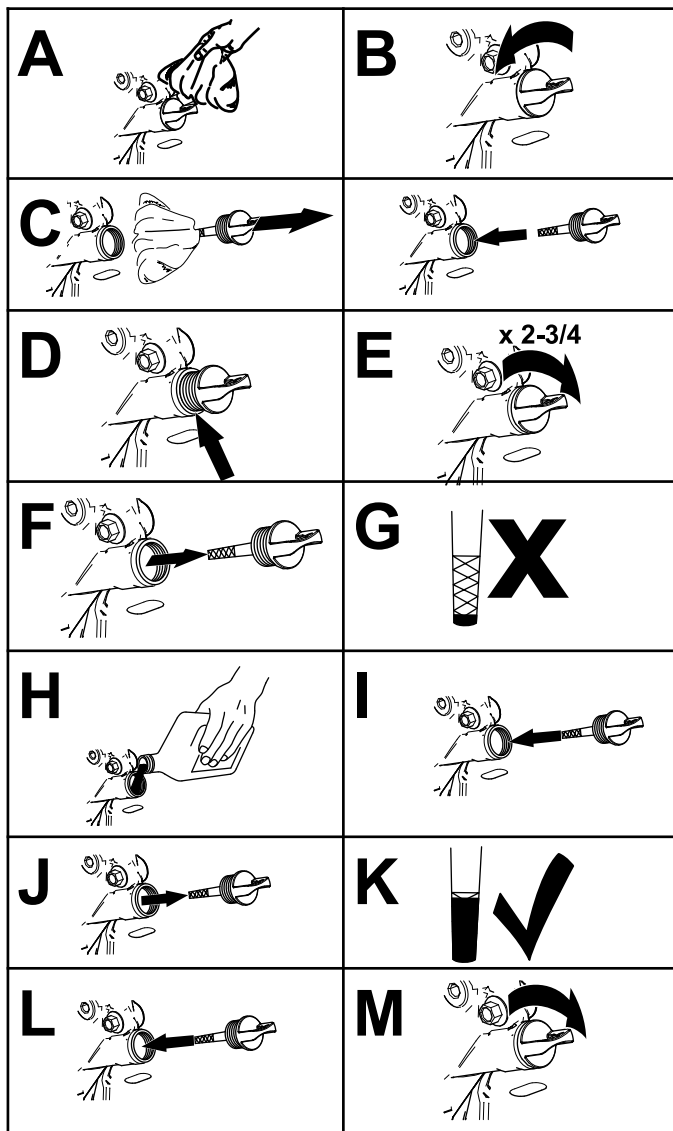

Figura 35
4. Compruebe el nivel de aceite del motor, según se muestra en Figura 35.